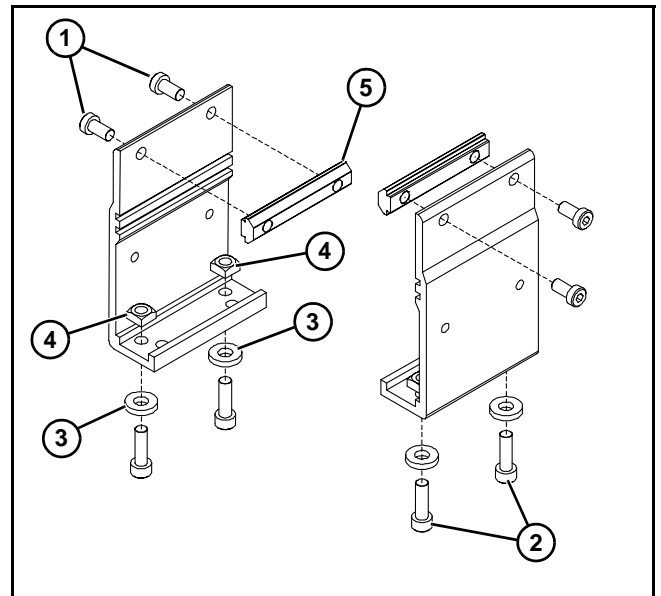
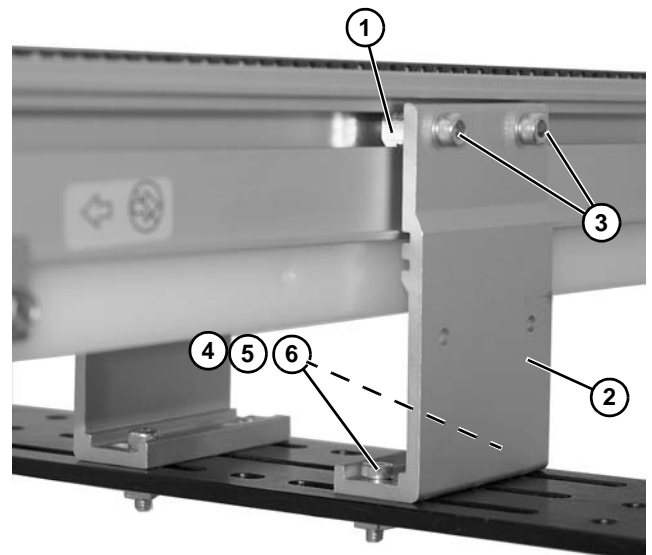

Figura 10
Figura 11
- Localice los soportes. Vista detallada en la Figura 10.
- Quite los tornillos (**Figura 10, artículo 1 y 2**), las arandelas (**Figura 10, artículo 3**), las tuercas (**Figura 10, artículo 4**) y las barras en T (**Figura 10, artículo 5**) de los soportes.
- Inserte las barras en T (**Figura 10, artículo 5**) en las ranuras laterales del transportador (**Figura 11, artículo 1**). Apriete los soportes (**Figura 11, artículo 2**) en el transportador con la ayuda de los tornillos de montaje (**Figura 11, artículo 3**).
4. Apriete las piezas de montaje en el soporte interno con los tornillos de montaje (**Figura 11, artículo 4**), las arandelas (**Figura 11, artículo 5**) y las tuercas (**Figura 11, artículo 6**).
5. Apriete los tornillos (**Figura 11, artículo 3 y 4**) a 7 Nm.